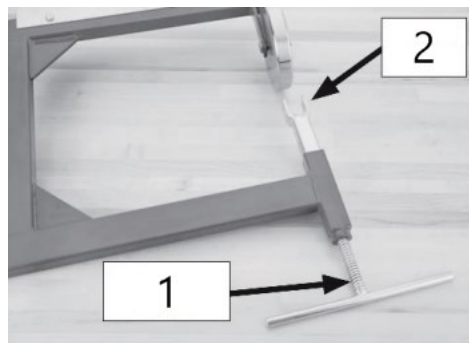

Fig. 6 – Tornillo de ajuste del rodillo inferior montado
- Coloque el marco en posición horizontal y atornille el tornillo inferior de ajuste del rodillo en el marco, en el lado opuesto al soporte del rodillo (vea la fig. 6).